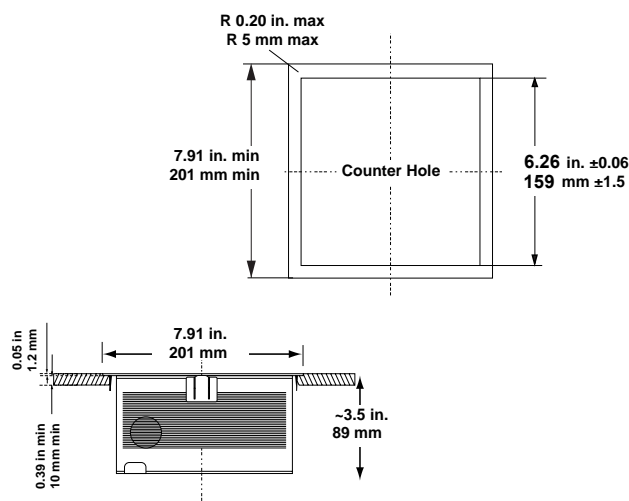

図 1-10 LS7808-SR20007TCR の設置 (オプション B)
1. カウンタに、2つの同心の正方形(内側の正方形は159mm、外側は201mm)を描きます(図1-10を参照)。